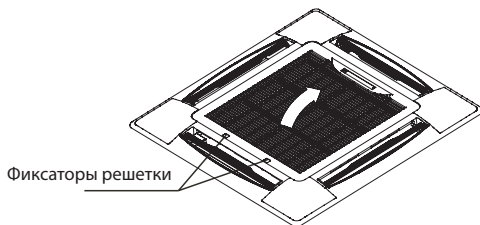

Рис. 4-12
- 1) Сдвиньте одновременно два фиксатора решетки к центру и потяните вверх. (См. рис. 4-12).